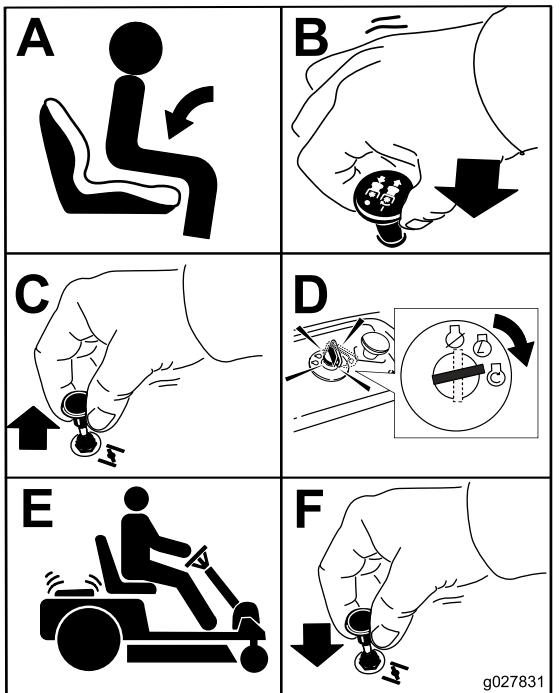

Figura 26
1. Disinserite le lame spostando il comando delle lame in posizione di SPEGNIMENTO (Figura 26).